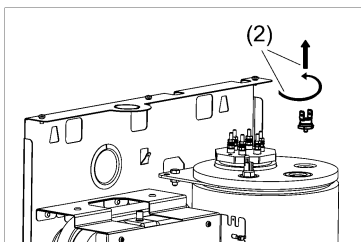

Рисунок 13. Замена аварийного самовозвратного термовыключателя
- (1) Отсоедините наконечники жгута управления от аварийного самовозвратного термовыключателя.
- (2) Выверните аварийный самовозвратный термовыключатель (см. рис. 13).
- (3) Удалите остатки старой термопасты из резьбового отверстия;
- (4) Нанесите новую термопасту;
- (5) Вверните новый аварийный самовозвратный термовыключатель.
- (6) Подсоедините наконечники жгута управления.
- (7) Проверьте надёжность контактов электрического соединения.